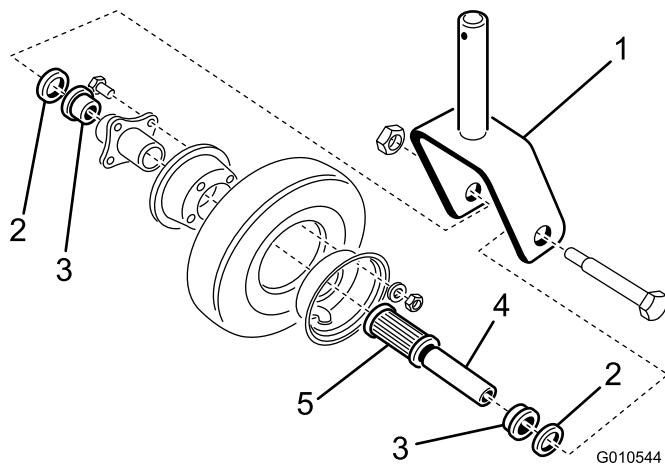

Figura 19
1. Retire la contratuerca del perno que sujeta el conjunto de la rueda giratoria en la horquilla (Figura 19). Sujete la rueda giratoria y retire el perno de la horquilla.
2. Incline la rueda a un lado y deje que salga el casquillo intermedio (Figura 19).
3. Retire uno de los retenedores del cojinete del cubo de la rueda y deje que salga el cojinete. Retire el retenedor del cojinete del otro lado del cubo de la rueda (Figura 19).